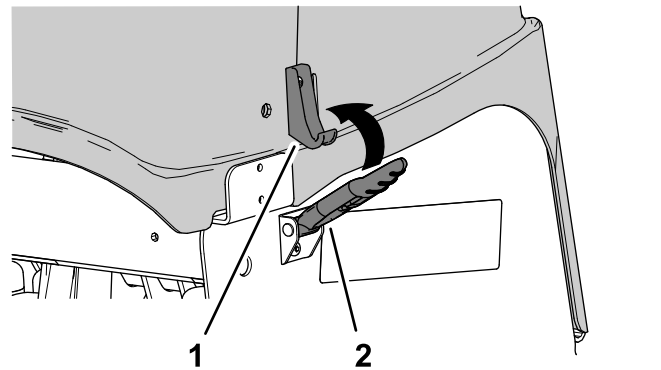

Figura 153
2. Blocai capacul capului de carotaj în locaia cu 4 elemente de fixare (Figura 153).